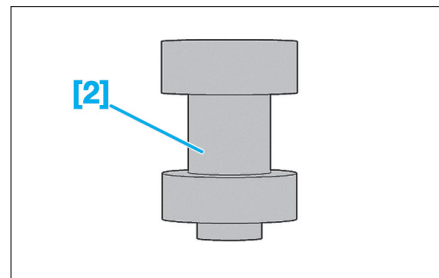

Fig. 49
- [2]. Outil de dépose/pose de roulements (réf : 9501-T.E4) (Fig.49).